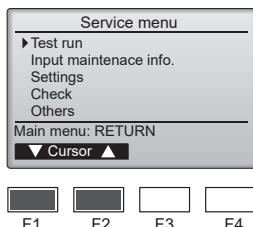

Fig. 7-3
- ③ Seleccione "Test run" (Modo prueba) con el botón [F1] o [F2], y pulse el botón [SELECT/HOLD]. (Fig. 7-3)